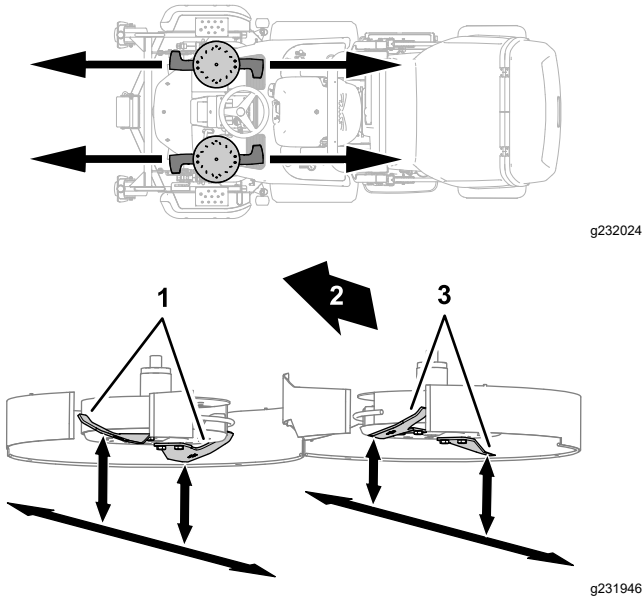

Figura 125
3. Allineate una lama laterale alla posizione più avanzata (Figura 125).